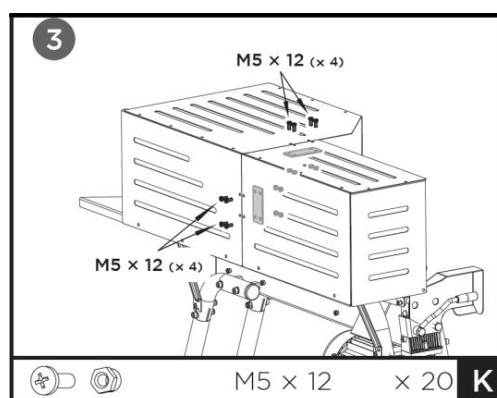

Fig. 11b
3. Connectez les deux plaques de protection supérieures (m et n) aux plaques de protection arrière (o et p) à l'aide de connecteurs de plaque et de boulons et d'écrous M5x12 (K). Voir la figure 11b.